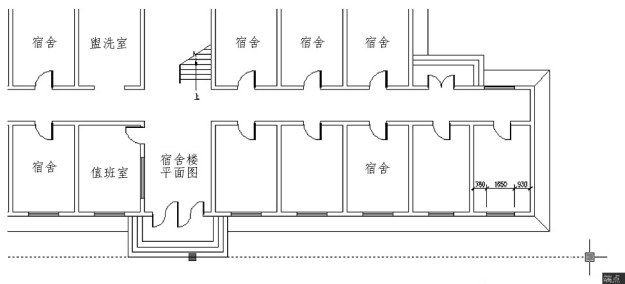
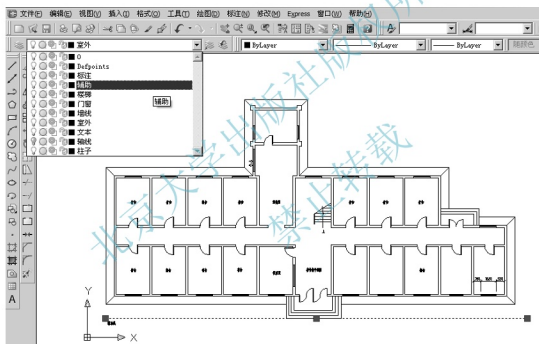

图 3.35 向右拖长辅助线
图 3.36 换当前图层
(2) 加长辅助线:在命令行无命令的状态下选中辅助线,会出现3个蓝色的夹点。单击右侧的夹点,该夹点变红,打开【正交】功能,将光标水平向右拖动至如图 3.35 所示的位置。
(3) 换图层:辅助线是由散水线偏移形成的,所以辅助线目前位于【室外】图层上。需要将其换到【辅助】图层上。
- ① 在命令行无命令的状态下选中辅助线,会出现3个蓝色的夹点。
- ② 如图 3.36 所示,打开【图层控制】下拉列表,选中【辅助】图层。
- ③ 按 Esc 键取消夹点。